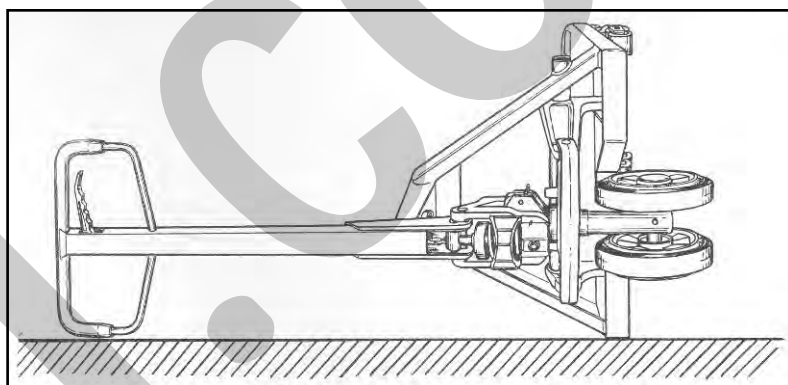

Figura 22 – Transpallet di lato.
1. Mettere il Transpallet di lato (Figura 22);